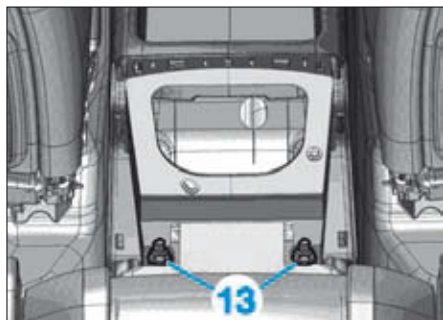

FIG. 6
- Déposer les vis (13) des fixations arrière de la console centrale (Fig.6).